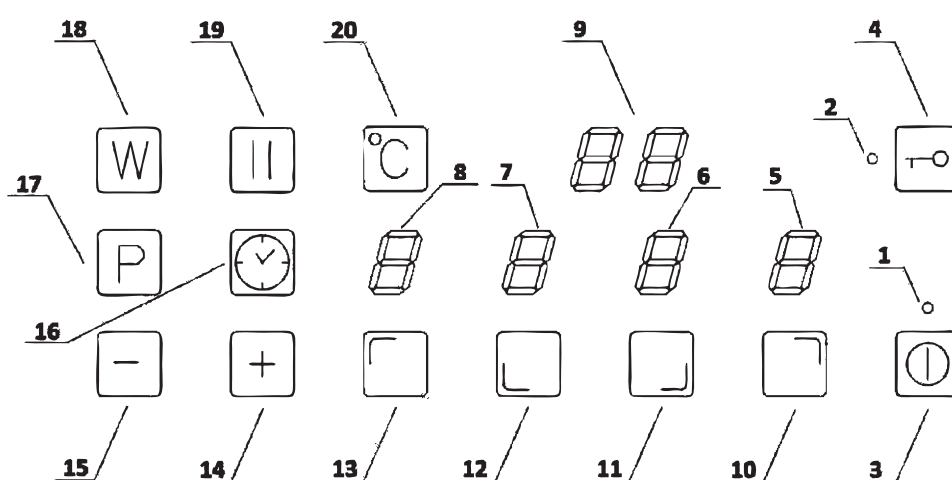

Fig. 6 Panel de mando – pos. 2. de la figura 1.
- una vez conectada la placa a la corriente, se activará el modo de calibración. En la pantalla, en la sección del temporizador aparecerán las cifras "00" y por encima de los símbolos de los quemadores - unas señales horizontales. Después su desaparición, por encima del símbolo del quemador superior derecho aparecerá un símbolo de calibración chispeante. Cuando éste se apague, la placa pasará al modo de espera y estará lista para su funcionamiento, lo que a su vez se señalará con un punto de luz (pos. 1, fig. 6). Durante la calibración se puede escuchar un funcionamiento ruidoso de los motores paso a paso (golpeteo).
Para poner la placa en funcionamiento, después de realizar las actividades preliminares mencionadas en el punto 4.1., se ha de pulsar con el dedo el símbolo del interruptor principal (**pos. 3, fig. 6**). El indicador del interruptor se apagará (**pos. 1, fig. 6**) y la placa estará lista para recibir instrucciones. Todos los cuatro indicadores de las zonas (**pos. 5, 6, 7, 8 en el fig. 6**) mostrarán la cifra "0" durante 6 seg.
Para activar la función se ha de pulsar el símbolo de cualquier quemador que esté en funcionamiento (pos. 10, 11, 12, 13, fig. 6) y luego el símbolo de la función de timer (pos. 16, fig. 6). Por encima de la fila de displays de la potencia de los quemadores (pos. 5, 6, 7, 8, fig. 6) aparecerá el display de la función (pos. 9, fig. 6), en el que se podrá ver “00”. Dispondrá de 6 segundos para fijar el tiempo en minutos (entre 1 y 99 minutos) con los símbolos + y – (pos. 14 i 15, fig. 6), después del cual el quemador en cuestión será apagado. El display del quemador con la función de timer activada será marcado con un punto parpadeando en la esquina inferior derecha del display del quemador (pos. 5, 6, 7, 8).
La placa debe tener encendido por lo menos un quemador. Al pulsar el símbolo del reposo (pos. 19, fig. 6), en la zona de indicadores se apreciarán unos símbolos y el funcionamiento de la placa quedará suspendido durante 15 minutos en todas las zonas de cocción. Con la función de reposo activada, es posible utilizar solamente los símbolos del bloqueo del panel de mando (pos. 4, fig. 6) y encendido/apagado de la placa (pos. 3, fig. 6).
Al pulsar el símbolo correspondiente (pos. 19, fig. 6) la función de reposo será desactivada, los símbolos de los ajustes anteriores se volverán a iluminar y la placa continuará su funcionamiento. Si pasados 15 minutos desde que se active la función, ésta no será desactivada, la placa se apagará automáticamente.
- pulsar el símbolo (llave pequeña) con el dedo pos. 4 fig. 6. Presionarlo y mantenerlo presionado durante 5 segundos hará que el controlador se bloquee, el piloto de señalización se encienda y aparezca una señal acústica prolongada. Para desbloquear el controlador de la cocina se procede de un modo similar:
- pulsar el símbolo con el dedo pos. 4 fig. 6 y mantenerlo presionado durante 5 segundos, el piloto de señalización pos. 2 fig. 6 dejará de brillar, el controlador de cocina quedará desbloqueado y se escuchará una señal acústica.